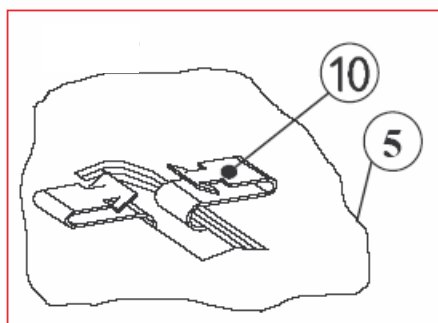

Рис. 5
10	Зажимы для соединения рефлекторов (рис.5)
- на каждом конце рефлектора есть отверстия для фиксации их с U-образным коленом и с функциональными блоками. Части рефлектора должны заходить одна на другую. Установите зажимы друг против друга в продолговатом отверстии (см. рис.5) для того чтобы закрепить части рефлектора между собой.